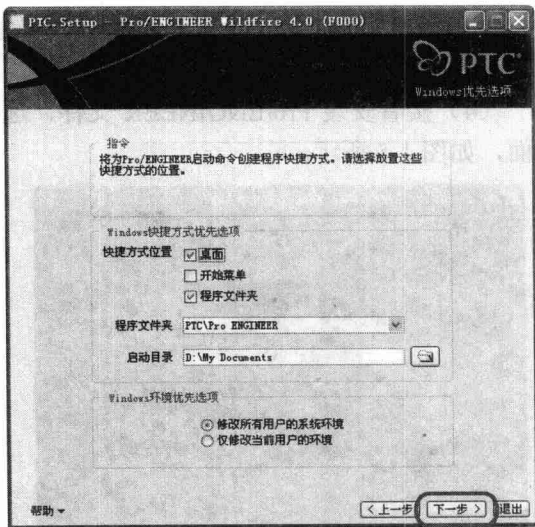

图 1-9 Windows 优先选项界面
(8) 单击 **下一步 >** 按钮进入 Windows 优先选项界面, 如图 1-9 所示。